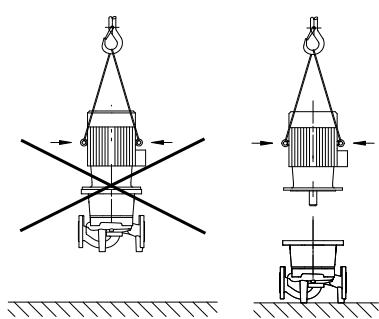

Fig. 20: Transport motora
- Ušice za podizanje na motoru koristiti samo za nošenje opterećenja motora, ne za nošenje cele pumpe (Fig. 20).